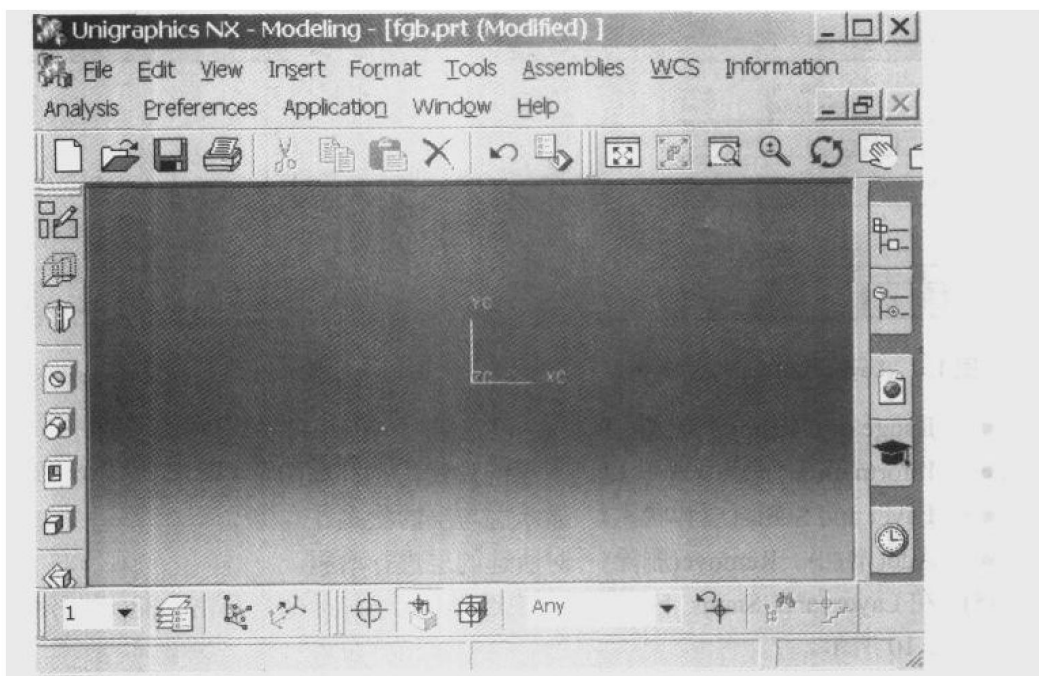

图 1.6 设计模块
- (1) 进入 UG 主界面。选择 File(文件)|New(新建)命令，输入文件名“general.prt”。
- (2) 选择 Application|Modeling(建模)命令，进入建模模块，如图 1.6 所示。